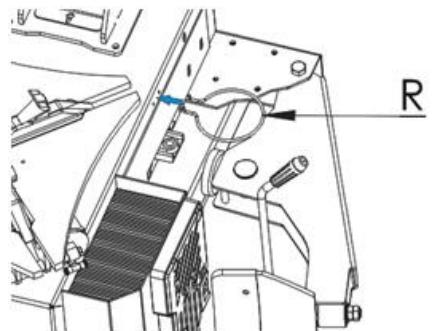

Fig. 8
- Plaats dehouder (R, fig.8) in de gaten in het frame van de machine. Dehouder vindt u in de doos met accessoires.